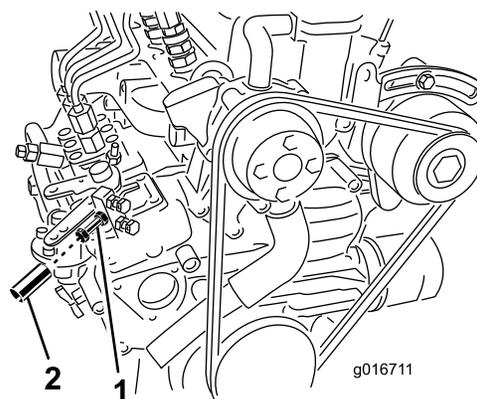

Рисунок 4
3. Используя тахометр и регулировочный винт дроссельной заслонки на двигателе (Рисунок 4), установите частоту вращения двигателя максимум на 3200 об/мин, после чего затяните контргайку на регулировочном винте.
5. Наденьте алюминиевую трубку на регулировочный винт дроссельной заслонки и контргайку (Рисунок 4) и обожмите ее на винте таким образом, чтобы винт нельзя было больше регулировать.